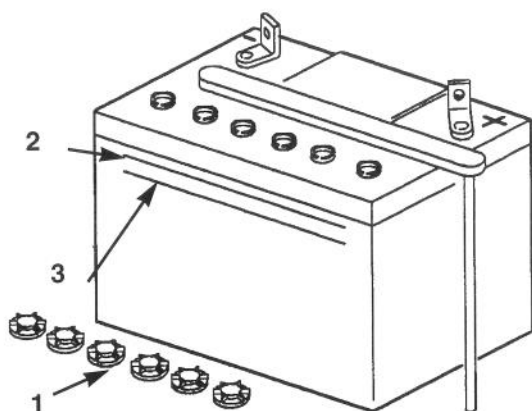

Bild 21
2. Die Seite der Batterie betrachten. Der Säurestand muß die obere Linie erreichen (Bild 21). Den Säurestand nicht unter die untere Linie fallen lassen (Bild 21).
2. Die Zellendeckel abschrauben (Bild 21).
3. Langsam destilliertes Wasser in jede Zelle gießen, bis der Flüssigkeitsstand die OBERE Linie am Batteriegehäuse erreicht (Bild 21).